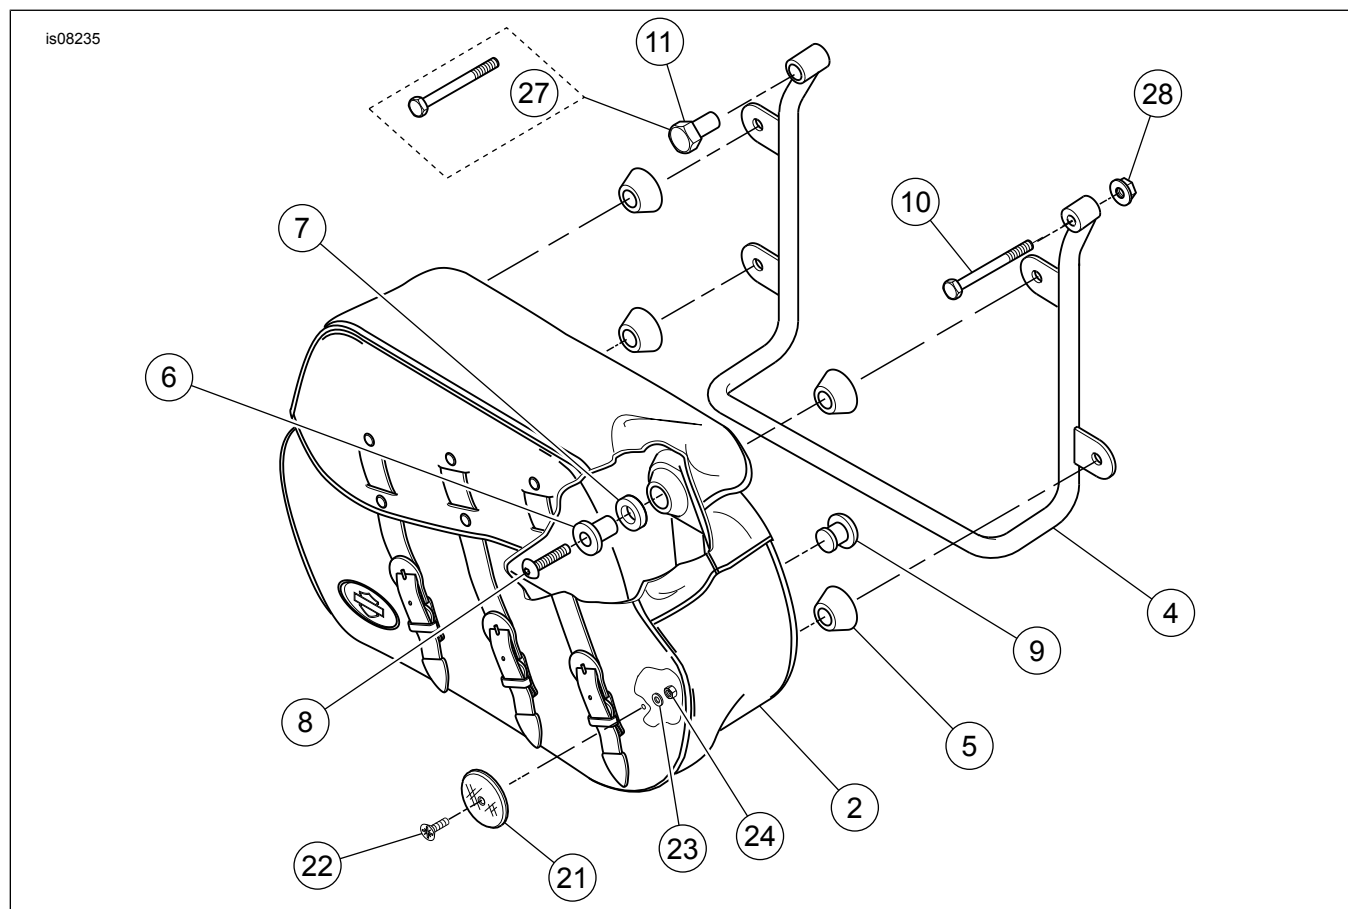

Figura 12. Peças de reposição (kit 3 de 3)
1. Veja Figura 12. Coloque o suporte do alforje na posição adequada com o furo de fixação dianteiro do suporte sobre o prisioneiro superior do amortecedor traseiro (ano 1999 e anterior) ou no local do parafuso (2000 a 2003). Fixe o furo do acessório traseiro dos suportes com o parafuso de 2-3/4 pol. (10) e a porca de travamento existente removida no passo 4 do reposicionamento do pisca traseiro. Use a arruela (17) para preencher o espaço entre a tampa do suporte do para-lama e o coxim de reposicionamento se as placas laterais estiverem instaladas. Se não houver nenhuma placa lateral, coloque a arruela na parte externa do coxim de reposicionamento.
2. **No caso de modelos anos 1994 a 1999**, fixe o furo do acessório dianteiro dos suportes com o parafuso pasta (11). **No caso de modelos anos 2000 a 2003**, fixe o furo do acessório dianteiro dos suportes com parafusos sextavados de 1/2-13 x 3,00 pol. (27). Aperte o parafuso pasta (ou parafuso comum) com torque de 28,5 a 47,5 N·m (21 a 35 lb·pé). Aperte o parafuso do suporte traseiro (10) com torque de 16,3 N·m (12 lb·pé).
3. Veja Figura 12. Monte uma arruela isoladora (7) em uma bucha isoladora (6). Coloque um parafuso (8) através da bucha.
5. Veja Figura 12. Empurre um isolador do alforje (5) sobre a bucha com a parte cônica na direção do alforje.
8. Veja Figura 12. Centralize o refletor (21) no canto traseiro inferior do alforje e marque o local do furo.
9. Veja Figura 12. Puncione o furo no alforje e monte o refletor no local exibido. Use o parafuso de cabeça de panela (22), a arruela (23) e a porca de travamento (24).